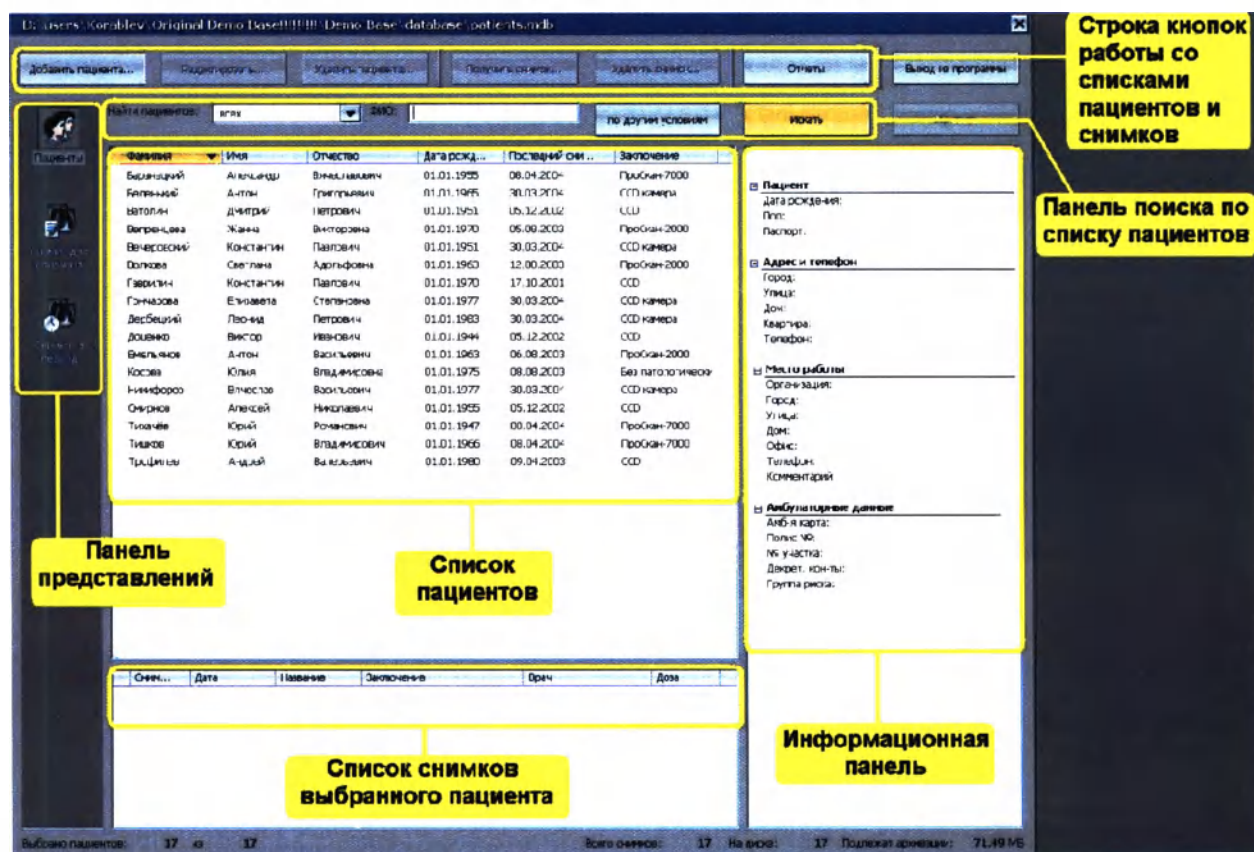

Рисунок 7 – Диалог работы с базой данных пациентов
**6.7** После запуска программы на мониторе АРМ1 откроется диалог работы с базой данных пациентов (рис. 7), где можно найти или добавить нового пациента.
Чтобы добавить в базу данных запись о новом пациенте, нажать на кнопку «Добавить пациента», расположенную в верхней части окна (рис. 7).
При этом появится окно работы с базой данных (рис. 7).